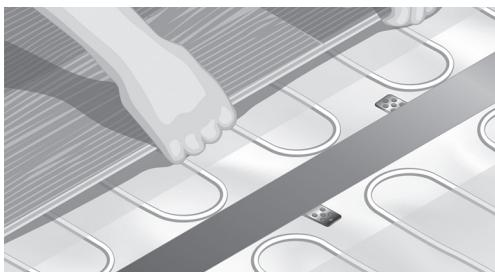

Рис. 10. Укладка пола
11. Укладка пола (рис. 10).
При укладке пола возможна любая ориентация нагревательного мата, но наилучший результат достигается при ориентации, указанной на рис. 10. Пол следует устанавливать без фиксации непосредственно на нагревательный мат. На задней стороне пола не должно быть металлических фиксаторов, поскольку они могут привести к неисправности нагревательного мата.